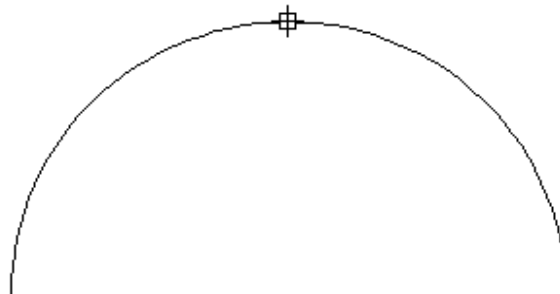

Figura 2.41. Punto medio de un arco.
- El resultado debe ser la figura 2.41.